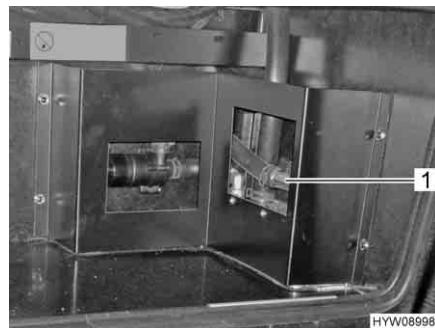

Fig. 103 Scambiatore di calore Alde
■ Posizionare la maniglia del rubinetto (Fig. 103,1) parallelamente alla tubazione.
■ Posizionare la maniglia del rubinetto (Fig. 103,1) trasversalmente rispetto alla tubazione.